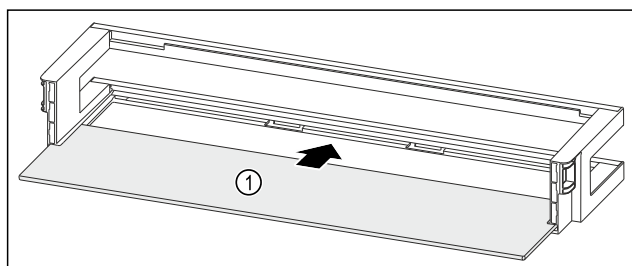

Fig. 85 Balconcino controporta con ripiano
- Inserire il ripiano Fig. 85 (1) negli incavi laterali.